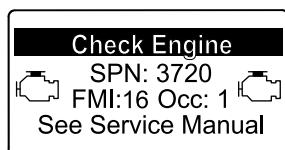

Figure 55
- Avertissement moteurSPN 3720, FMI 16 (Figure 55)